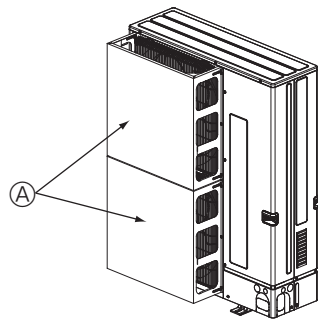

Fig. 2-5
② Si la unidad está situada en un lugar expuesto a vientos fuertes (como huracanes, etc.) que puedan entrar en la salida de aire, coloque una guía de protección de aire opcional. (Fig. 2-5)